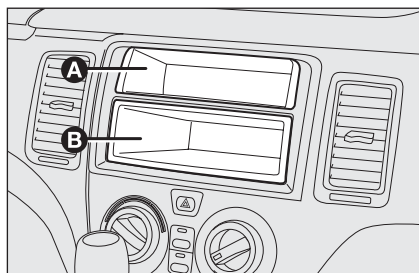

fig. 2
- ☐ con compartimiento portaobjetos **A** fijo y compartimiento (DIN) **B** extraíble para la instalación del autorradio **fig. 2**;